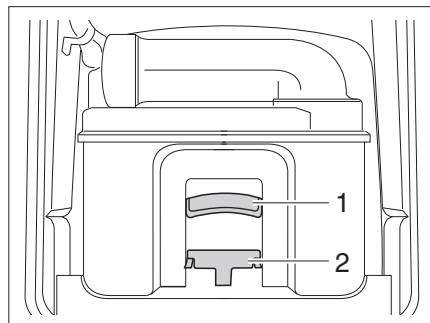

Fig. 135 Cassette Thetford
- Tirer l'étrier de fixation (Figure 135,1) vers le haut et retirer la cassette Thetford (Figure 135,2).